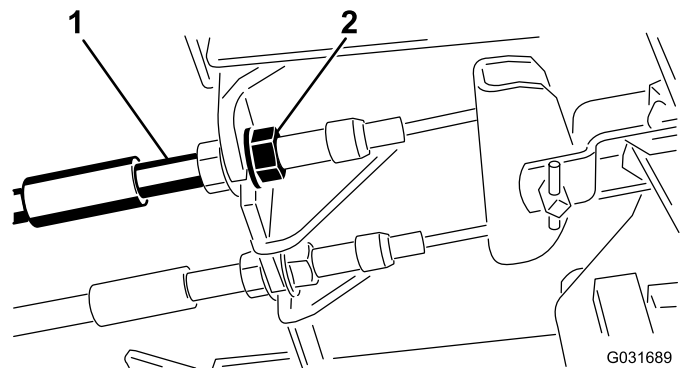

図 89
1. 遊びを減らすブレーキを締めるには、ブレーキケーブルのねじ山の前ナットをゆるめ、後ろのナットを締める図 89。